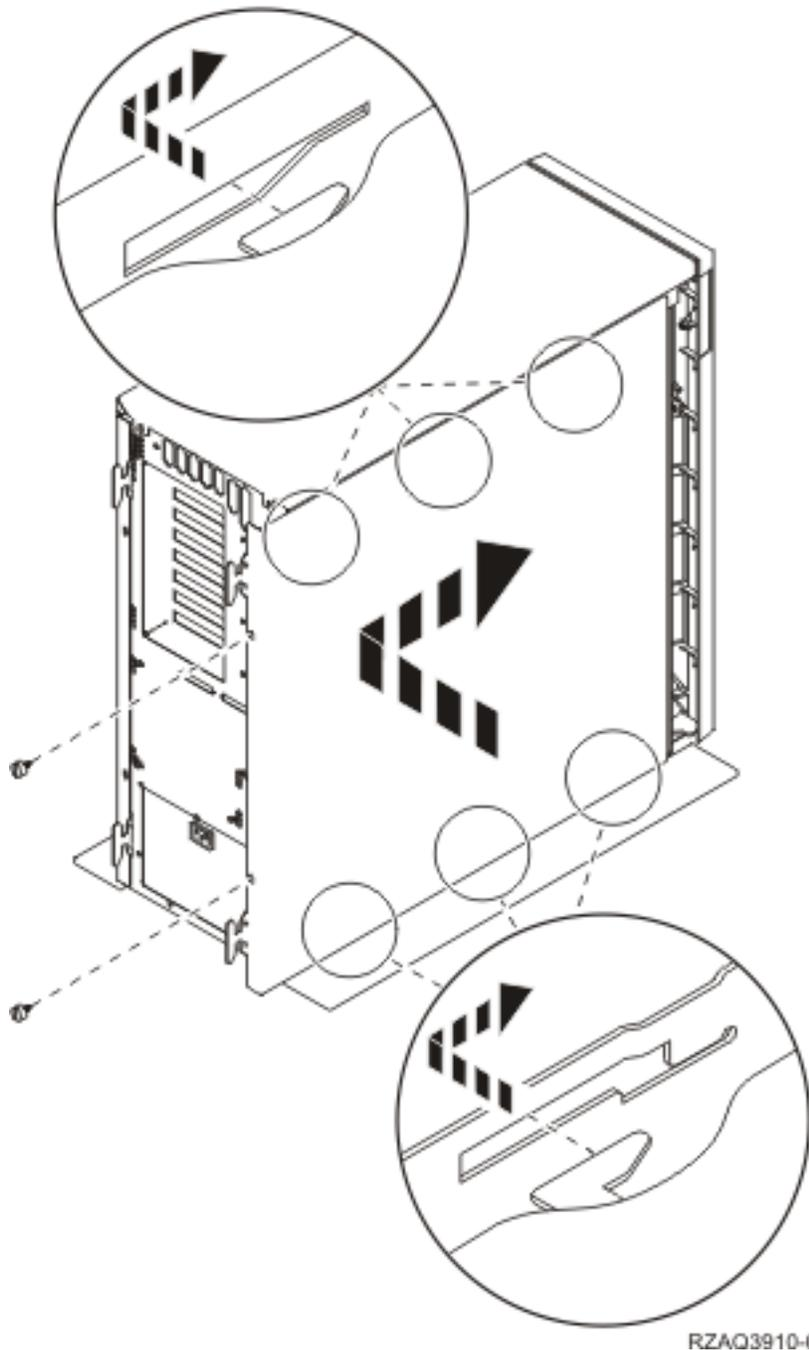

Figura 16. Colocar a cobertura posterior da unidade do sistema
2. A **Figura 16** exemplifica como colocar a cobertura lateral da unidade do sistema alinhando as patilhas nas extremidades superior e inferior. Exerça pressão para a frente para se certificar de que todas as patilhas estão introduzidas nas ranhuras. Faça deslizar a cobertura para a parte da frente da unidade do sistema até ficar imobilizada e instale os parafusos.